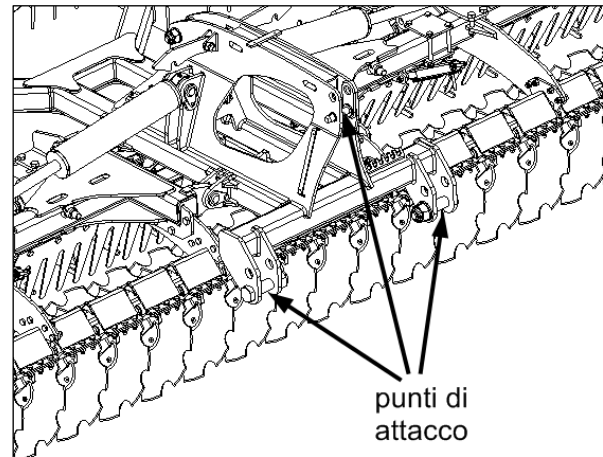

Figura 10-Punti aggancio al trattore (macchina portata) / Tractor connection points (mounted machine)
- Collegare i bracci del trattore ai due attacchi inferiori (figura 10).